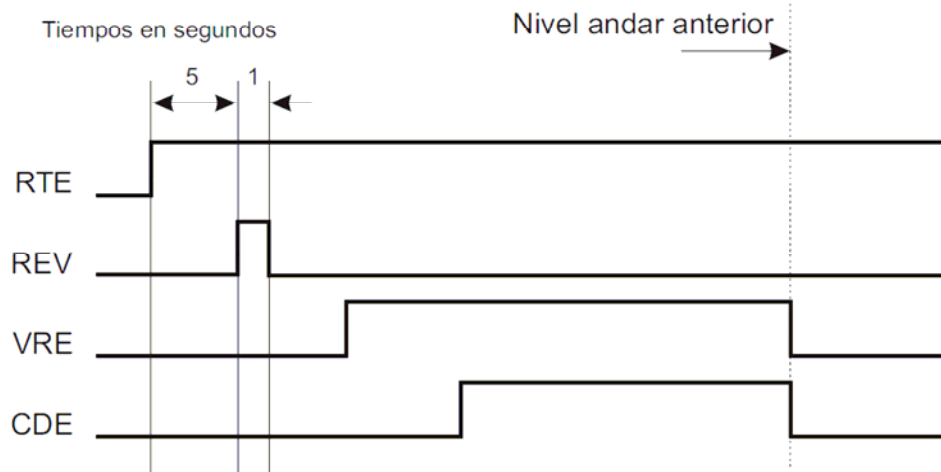

Figura 32
- Si la cabina se detuvo fuera de la zona de pantalla EXS, el rescate se hará en sentido ascendente hasta el nivel del piso superior inmediato (Figura 32)